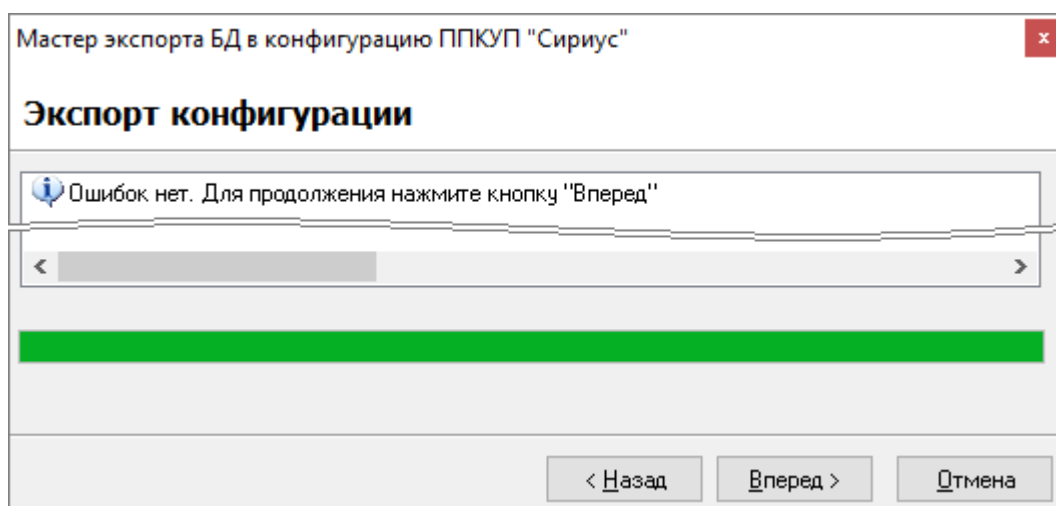

Рисунок 6-968 Мастер экспорта БД в конфигурацию ППКУП "Сириус", страница экспорта конфигурации, завершение процедуры экспорта
- если ошибок, препятствующих экспорту конфигурации, не обнаружено, то в информационном поле отобразится соответствующая информация (см. Рисунок 6-968). В этом случае, по завершении процесса экспорта, нажмите кнопку «Вперед >» для продолжения работы Мастера.